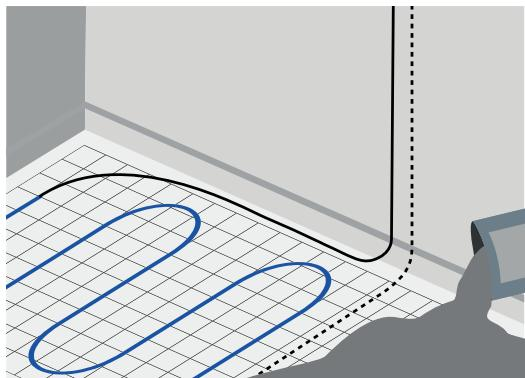

Fig.5
5.2.12 Gulvet er nå klart for avrettningsmasse eller flislim (fig.5). Blande avrettningsmasse eller flislim etter produsentens anvisninger. Kontroller at avrettningsmasse/flislim dekker over varmekabelen før flisene blir montert. Varmekabelen skal dekkes med minimum 6mm avrettningsmasse/flislim. Vær ekstra forsiktig slik at varmekabelen ikke løsner fra underlaget eller tar skade når dette arbeidet utføres.